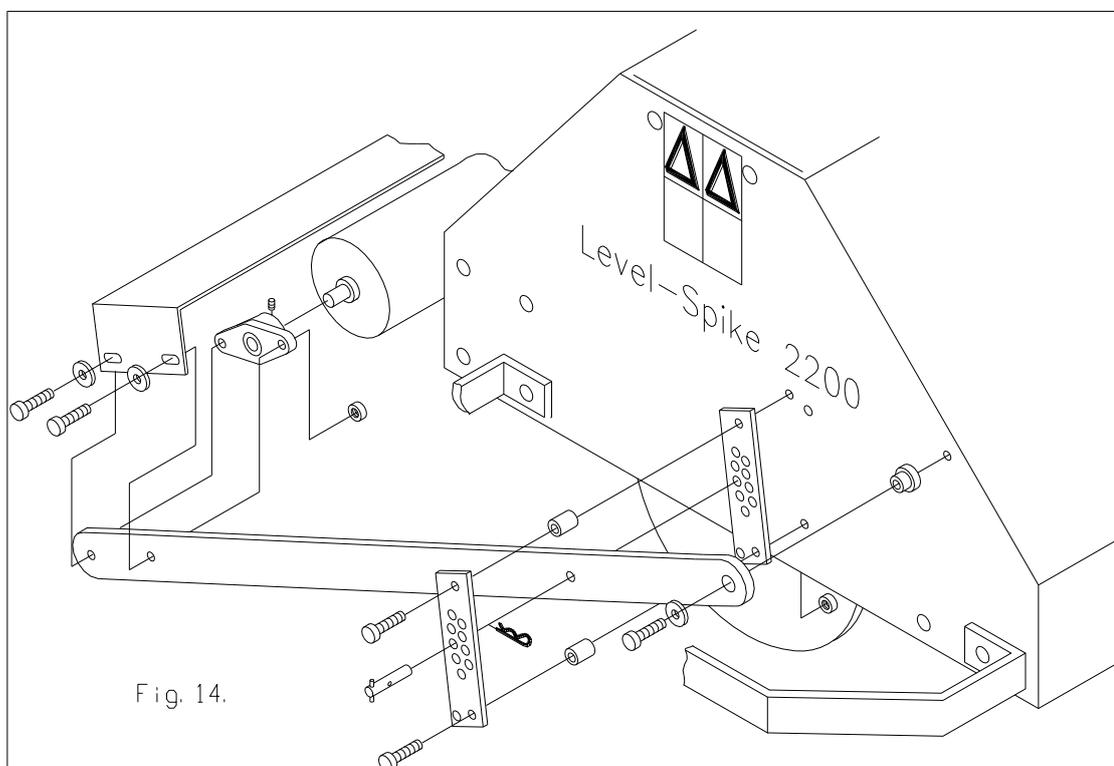

Fig. 14.
11.5 KIT DEI RULLI POSTERIORI, si veda fig. 14.
Per entrambi i modelli della LEVEL-SPIKE è disponibile un kit di rulli posteriori (n. 213.170.002 per il modello 1700 e n. 213.220.002 per il modello 2200). Nella fig. 14. viene presentato il semplice montaggio del rullo posteriore.